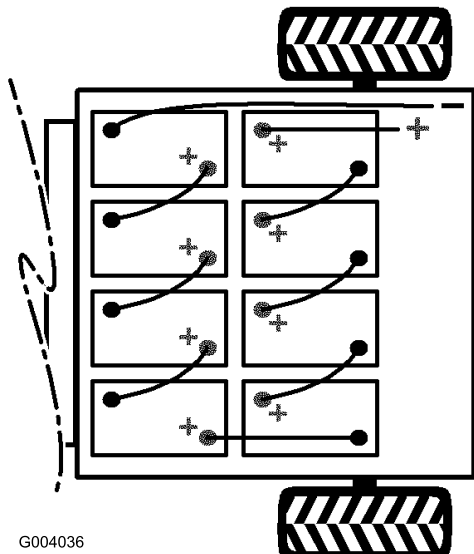

Figure 38
2. Débranchez le câble négatif principal (noir) de la batterie qui relie la rangée de batteries au point de masse de la machine (Figure 38).
3. Débranchez le câble positif principal (rouge) qui relie la rangée de batteries au fusible principal de la machine (Figure 38).
Remarque: Tenez compte de la polarité lors de la mise en place des batteries neuves (Figure 38).
6. Reliez les batteries entre elles, comme montré à la Figure 38, avec les câbles d'interconnexion que vous avez retirés à l'opération 1.
1. Branchez le câble positif principal (rouge) entre la rangée de batteries et la machine (Figure 38).
2. Branchez le câble négatif principal (noir) entre la rangée de batteries et la machine (Figure 38).